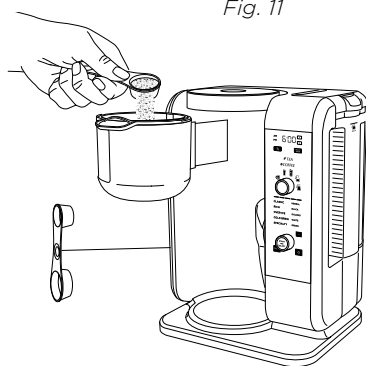

Fig. 12
- 3 Use la Ninja Smart Scoop™ y siga las medidas en el gráfico para llenar la gaveta del portafiltro (**Fig. 12**). Estas medidas se basan en medidas rasas (ajústelas según sus preferencias de gusto). Sugerimos utilizar un tamaño de molido mediano si se muelen granos enteros.
- 3 Use la Ninja Smart Scoop™ y siga las medidas recomendadas en el gráfico para llenar la gaveta del portafiltro, de acuerdo con su sabor preferido (**Fig. 12**).